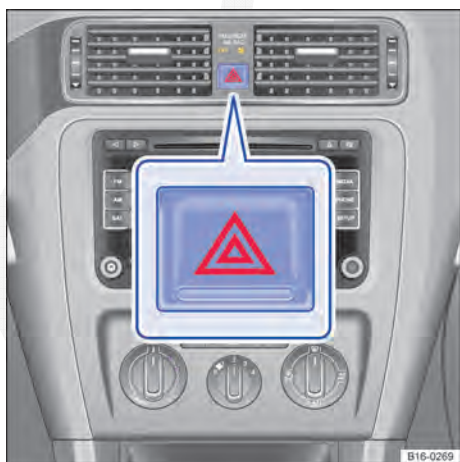

Fig. 221 Na parte superior do console central: botão das luzes de advertência.
2. Ligar as luzes de advertência com o botão  ⇒ Fig. 221.